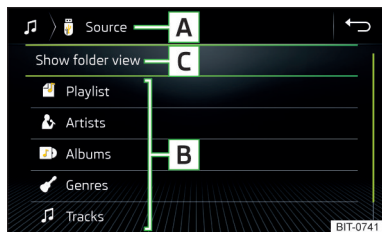

Fig. 144
**Base de datos multimedia** » fig. 144